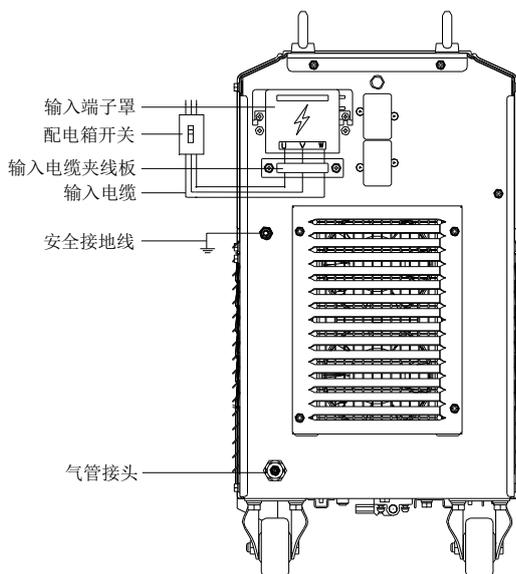

图2-6 电源输入侧连接示意图
2. 如图 2-6 所示，取下输入端子罩。
5. 将输入电缆的另一侧连接到配电箱开关的输出端子上，则电缆连接完毕，如图 2-6 所示。